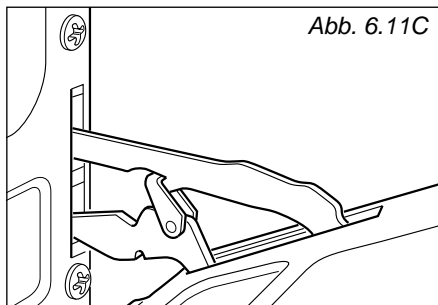

Abb. 6.11C
3. Ofentür anheben. Die Kerbe des unteren Scharnierteils löst sich aus der Raste (abb. 6.11C).